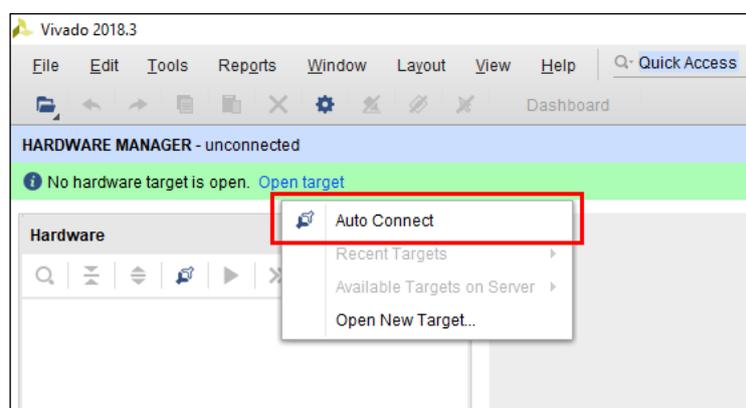

Рисунок 2 – Окно подключения к микросхеме XC7K325T-2FFG676I XILINX
- подключиться к микросхеме XC7K325T-2FFG676I XILINX, нажав левую кнопку мыши на «Open target» и выбрав «Auto Connect» в появившемся окне рисунок 2.